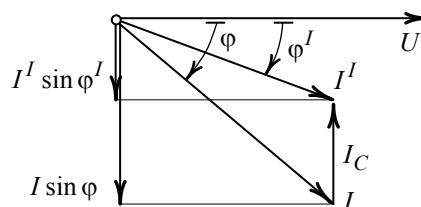

Рис. 8.11
4. Для повышения коэффициента мощности от $\cos \varphi = 0,633$ до $\cos \varphi = 0,851$ (ключ SA в замкнутом положении) ток I_C через емкость согласно векторной диаграмме (рис. 8.11) должен иметь величину
Ток в неразветвленной части найдем из соотношения (рис. 8.11)